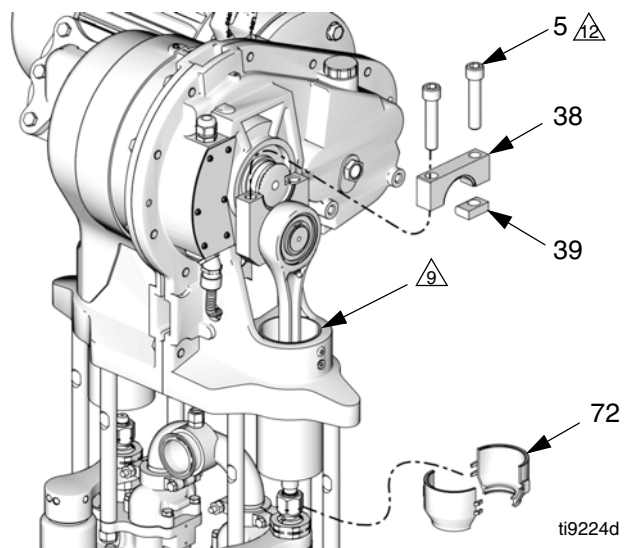

FIG. 15. Démontage du chapeau du bras de manivelle
5. Mettez un chiffon propre sur le coulisseau (2) pour éviter que des débris ne tombent dans l'ensemble de coulisseau pendant le démontage.
6. Retirez les 2 éléments de protection (72) en insérant un tournevis droit dans la fente et en faisant levier afin de relâcher la languette. Répétez l'opération pour chaque languette. **N'utilisez pas** le tournevis pour écarter les protections.
7. Mettez une clé de 19 mm (3/4 po.) sur les méplats du piston de coulisseau (9) (juste au dessus de l'écrou d'accouplement) afin d'empêcher le couple coulisseau/tige de connexion de tourner lorsque vous allez desserrer l'écrou d'accouplement (14). Placez la clé de sorte qu'elle s'appuie sur l'une des barres d'accouplement (3). Veillez à ne pas appliquer une force excessive sur le coulisseau/tige de connexion ; cela risque de provoquer une usure prématurée du coussinet de l'axe inférieur.
8. Dévissez l'écrou d'accouplement (14) du piston de coulisseau (9) à l'aide d'une clé plate de 1-1/4 po. et laissez-le glisser sur la tige de piston de la pompe. Veillez à ne pas desserrer les bagues (13).
9. Consultez la FIG. 15. Dévissez les deux vis de chapeau (5) en utilisant un tournevis hex de 12,7 mm (1/2 po.). Retirez le chapeau du bras de manivelle (38) et la clavette (39). Si besoin est, utilisez un marteau en plastique pour les desserrer.
14. Faites glisser le piston (9) et la tige de connexion (7) dans le cylindre (2).
15. Positionnez le bras de manivelle (4) pour engager l'axe de sortie (OS) puis faites-le tourner vers le bas de ce dernier.
16. Mettez un chiffon propre sur le coulisseau (2) pour éviter que des débris ne tombent dans l'ensemble de coulisseau pendant le remontage.
17. Consultez la FIG. 15. Appliquez du lubrifiant anti-grippant (LPS®-04110 ou équivalent) sur les filetages des vis de chapeau (5). Installez la clavette (39), le chapeau du bras de manivelle (38) et les vis de chapeau (5), le tout orienté comme indiqué. Avant de serrer la vis coté fente, serrez la vis coté clavette à un couple de 283-310 N•m (210-230 pi-lb). Serrez ensuite la vis côté fente à un couple de 283-310 N•m (210-230 pi-lb). Serrez les vis 2 à 3 fois de plus chacune ou jusqu'à ce qu'elles arrêtent de tourner une fois serrées à un couple de 283-310 N•m (210-230 pi-lb).
18. Assurez-vous que les bagues (13) sont bien en place dans l'écrou d'accouplement (14).
19. Mettez une clé de 19 mm (3/4 po.) sur les méplats du piston de coulisseau (9) pour l'empêcher de tourner lorsque vous allez serrer l'écrou d'accouplement (14). Placez la clé de sorte qu'elle s'appuie sur l'une des barres d'accouplement (3) ou sur le pied de la pompe. Serrez l'écrou d'accouplement (14) sur le piston de coulisseau (9) et serrez à un couple de 102-108 N•m (75-80 pi-lb).
20. Installez les protections (72) en engageant les lèvres inférieures dans la rainure du chapeau de coupelle. Accrochez ensemble les deux protections.
21. Retirez le chiffon. Réinstallez le capot (32 ou 21) et les vis (12).